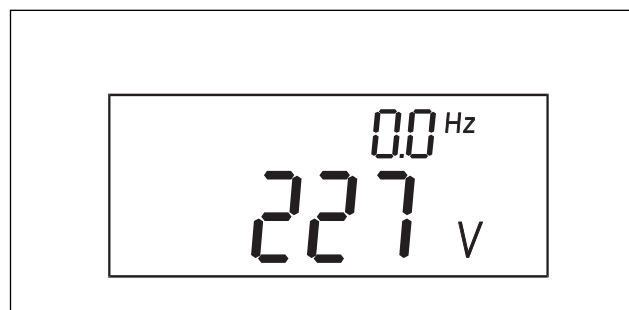

Abb. 6.7
- Der UNITEST MACHINEmaster kann Gleich- und Wechselspannung anzeigen. Anzeige bei Gleichspannung siehe Abbildung 6.7